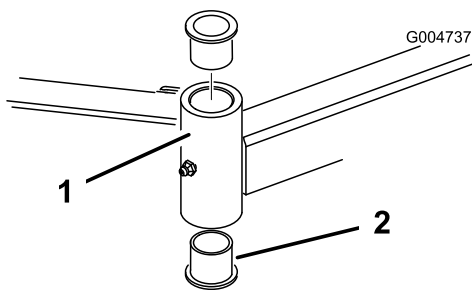

Bild 107
4. Stecken Sie einen Dorn oben oder unten in das Befestigungsrohr und treiben die Büchsen heraus (**Bild 107**). Treiben Sie dann die andere Büchse aus dem Rohr heraus. Reinigen Sie die Innenseite der Rohre.